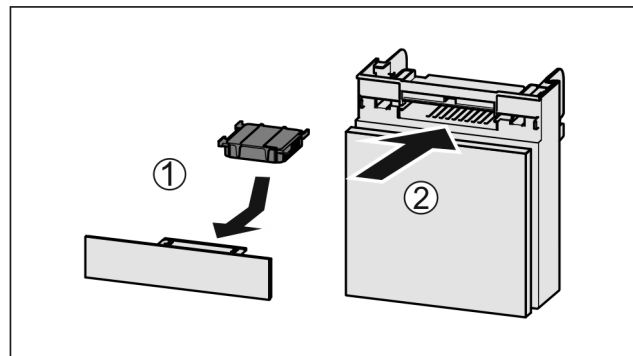

Fig. 207
- Filtr s aktivním uhlím vložte podle vyobrazení Fig. 207 (1).
- Zásuvku zasuňte Fig. 207 (2).